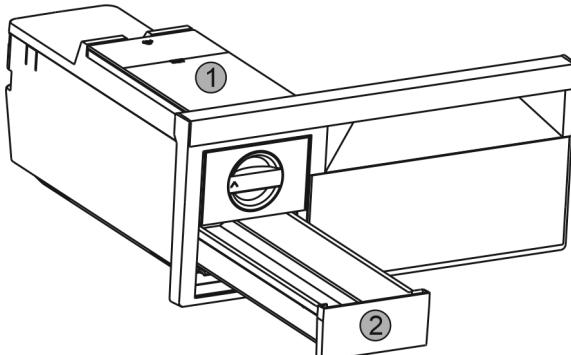

Fig. 29
- Извадете резервоара за вода Fig. 29 (1) и чекмеджето за ледени кубчета Fig. 29 (2).